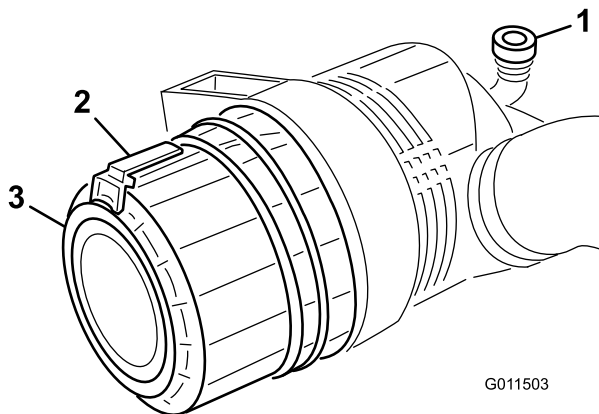

Figure 53
1. Tirez le verrou vers l'extérieur et tournez le couvercle du filtre à air dans le sens anti-horaire (Figure 53).